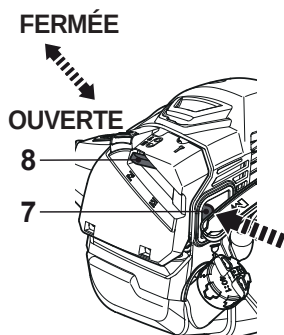

Fig. 18
- > Mettez le starter [8] en position **FERMÉE**  et appuyez sur l'amorce [7] jusqu'à ce que le carburant devienne visible (Fig. 18).